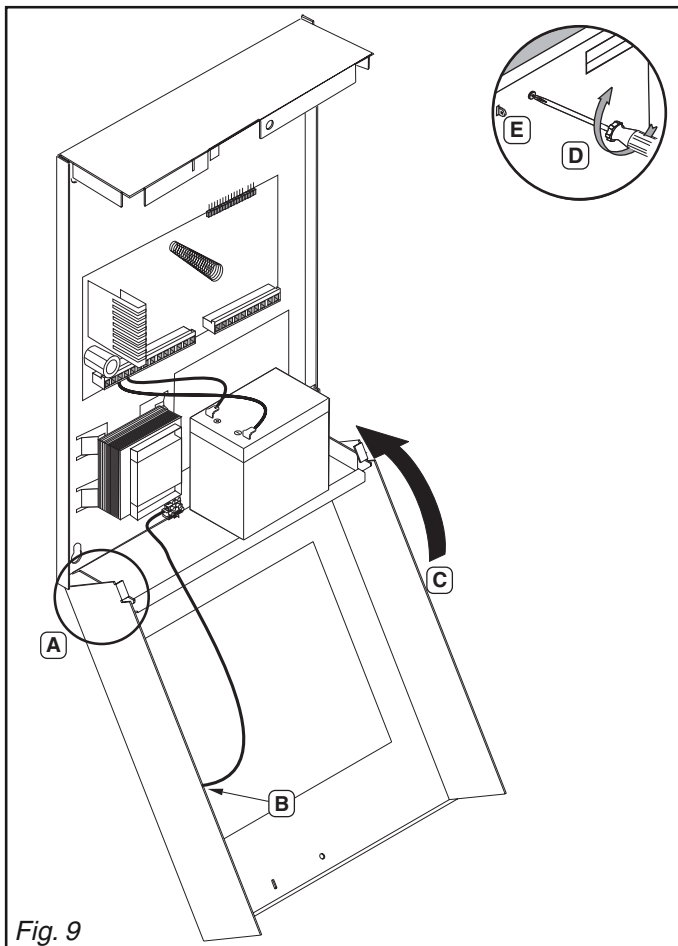

Fig. 9
6. Fermeture et plombage du boîtier (fig. 9)
- 1 - Accrocher le couvercle au support (A).
- 2 - Raccorder le câble de terre au couvercle (B).
- 3 - Soulever légèrement le couvercle, et le rabattre (C).
- 4 - Visser le couvercle (D).
- 5 - Utiliser l'oeillet pour le plombage (E) (fil de plombage Ø 0,8 mm).